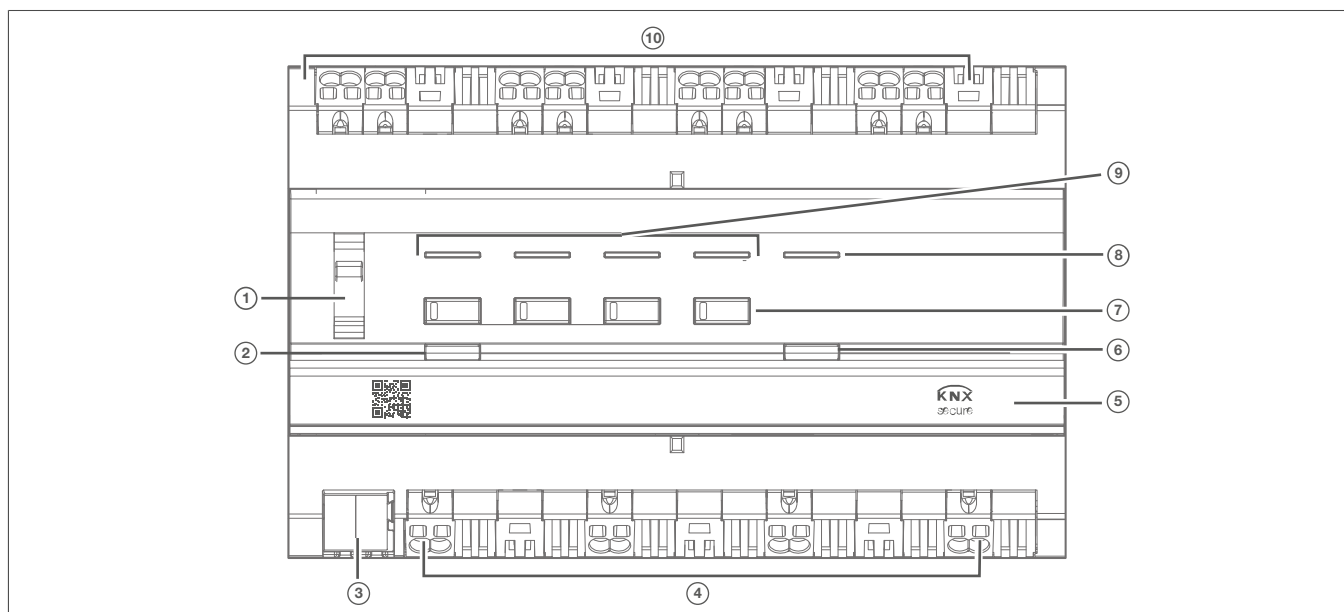

Bild 2: Geräteaufbau TYAS664AN
Kurzschluss oder Überlast wird über die Kontroll-LED (Bild 2/9) signalisiert. Die Last wird gedrosselt (siehe Hilfe im Problemfall).
Eine Überhitzung des Geräts wird durch permanentes Leuchten der Kontroll-LED (Bild 2/8) signalisiert. Die angeschlossene Last wird gedrosselt (siehe Hilfe im Problemfall).
- Schalter (Bild 2/1) in Stellung  schieben.
Der Handbetrieb ist eingeschaltet, die Ausgänge können über die Bedientasten (Bild 2/7) unabhängig voneinander angesteuert werden:
- Schalter (Bild 2/1) in Stellung **auto** schieben.
Die Handbedienung ist ausgeschaltet. Die Steuerung erfolgt ausschließlich über den KNX-Bus. Der Ausgang nimmt die durch die Bussteuerung vorgegebene Position ein. Der Schaltstatus wird durch die Status-LED der Bedientaste (Bild 2/7) angezeigt.
Die Bedienung erfolgt über kurzen oder langen Tastendruck der Bedientaste (Bild 2/7).
Zustand (Bild 2/7)	Verhalten bei Tastendruck (Bild 2/7)
Last ist ausgeschaltet. Status-LED der Taste (Bild 2/7) ist aus.	Kurzer Tastendruck: EIN - die angeschlossene Last wird eingeschaltet. LED der Taste leuchtet. Langer Tastendruck: Dimmen bis zur maximalen Helligkeit. Status LED der Taste leuchtet.
Last ist eingeschaltet. Status-LED der Taste (Bild 2/7) leuchtet.	Kurzer Tastendruck: AUS - der angeschlossenen Last wird ausgeschaltet. LED der Taste erlischt. Langer Tastendruck: Ändern der aktuellen Helligkeit. Das Dimmen erfolgt in entgegengesetzter Richtung des letzten Dimmvorgangs bis zur maximalen oder minimalen Helligkeit.